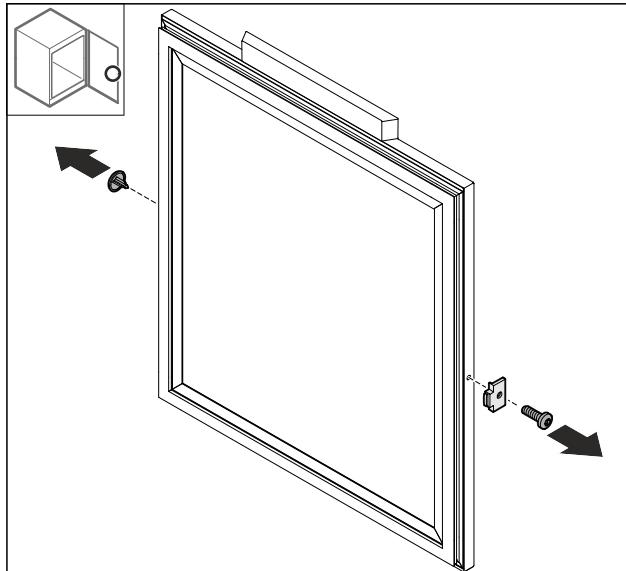

Fig. 69
- Снимите крышку Fig. 69 (1).
- Демонтируйте ограничитель хода двери Fig. 69 (2).